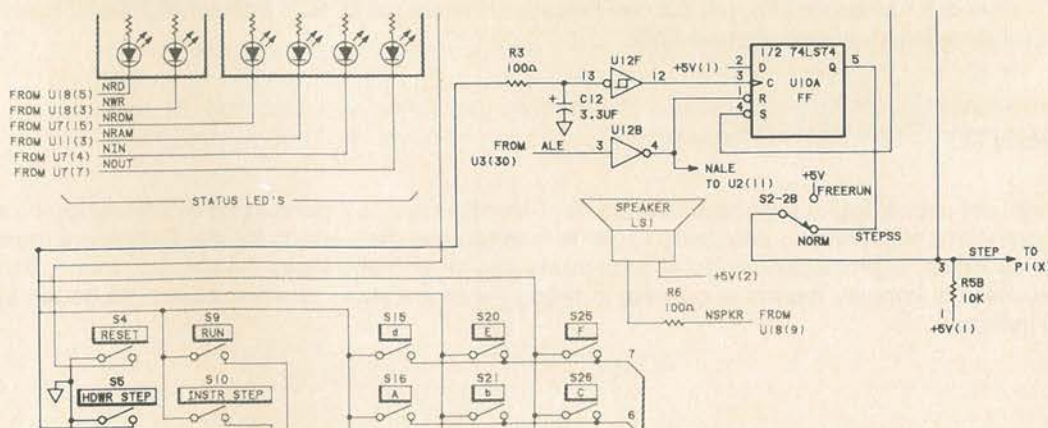

Figura 16-12. Generatore di impulsi logici utilizzato per incrementare il circuito single-step
- B) Individuate l'ingresso di clock sul flip-flop di single step (IC10-3). La Figura 16-12 mostra che questo piedino è connesso ad un circuito di antirimbato, che è a sua volta collegato al tasto . Premete, per alcune volte, il tasto  e osservate che i LED sul bus degli indirizzi vengono incrementati.